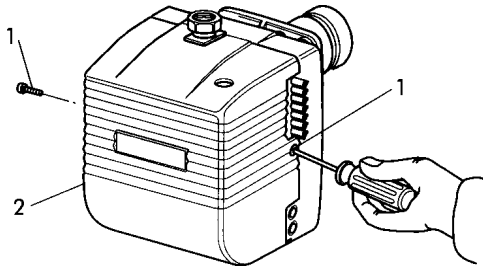

fig.1
Para acceder a los componentes principales es suficiente quitar la tapa protectora como ilustra la (fig.1). El mantenimiento en el cabezal de combustión se efectúa de la siguiente manera:
- Cierren la llave del gas y desconecten la rampa de gas del quemador. Desatornillen los tornillos **1** y quiten la tapa protectora **2** (fig.1).